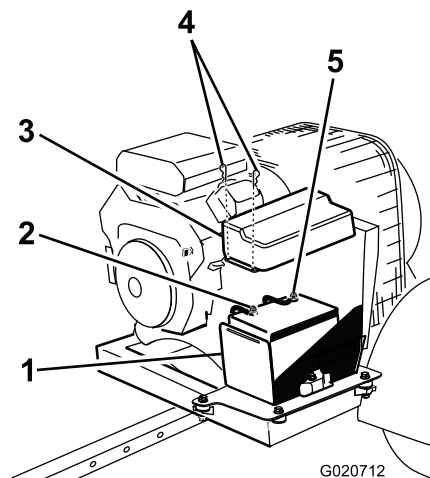

図5
2. プラス・ケーブル(赤いケーブル)をバッテリーのプラス(+ )端子に取り付ける(図5)。
3. 黒いケーブル(-)をバッテリーの(-)端子に取り付ける(図5)。